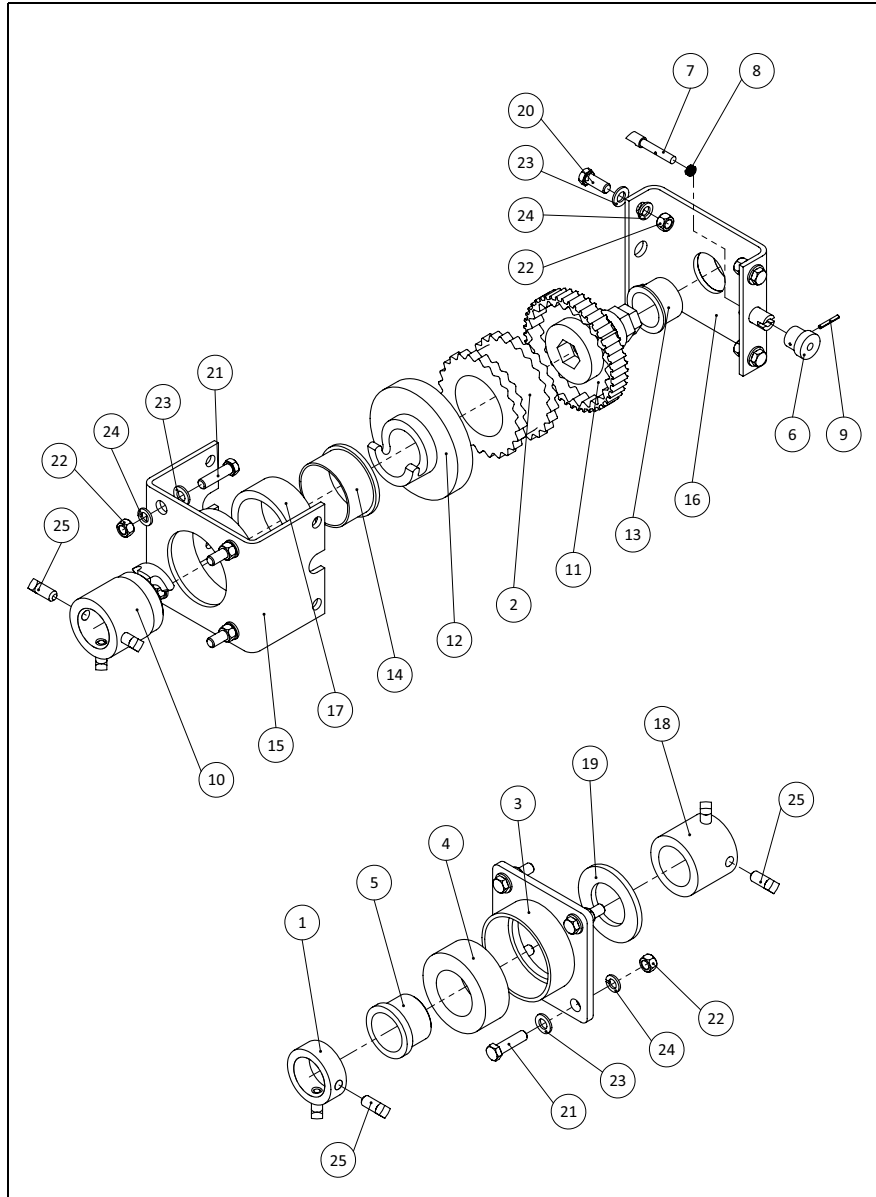

Abb. 1: Installation der MARTIN® TWIST™ Spannvorrichtung
1. Soll die Spannvorrichtung an der Schurre angeschweißt werden, dann auf der Bedienerseite die Basisaufnahme (15, Abb. 1) von der Spannvorrichtungsaufnahme (16, Abb. 1) abnehmen. Die Sechskantschrauben (20, Abb. 1) entfernen. Den Dämpfungsring (17, Abb. 1) und die Nylonhülse (14, Abb. 1) von der Basisaufnahme (15, Abb. 1) entnehmen.
2. Bei dualen Spannvorrichtungen ist dieses auch für die gegenüberliegende Seite erforderlich, ansonsten den Gummidämpfer (4) und die Nylonbuchse (5, Abb. 1) vom Gegenflansch (3, Abb. 1) entnehmen.
- Die Bohrungen für die Befestigung der Basisaufnahme (15, Abb. 1) bzw. des Gegenflansches (3, Abb. 1) an der Schurre gemäß der Anweisungen der jeweiligen Installationsanleitung des eingesetzten Förderbandabstreifers markieren. Dazu kann den Gegenflansch (3, Abb. 1) als Schablone verwendet werden.
- Die Basisaufnahme (15, Abb. 1) bzw. den Gegenflansch (3, Abb. 1) an den Schurrenwänden verschrauben oder verschweißen.
Die Basisaufnahme (15, Abb. 1) bzw. den Gegenflansch (3, Abb. 1) auf beiden Seiten der Einhausung verschrauben.
- Zum Verschweißen ein Ø100 mm großes Loch für die Hauptachse auf beiden Seiten der Einhausung erstellen. Die Basisaufnahme (15, Abb. 1) bzw. den Gegenflansch (3, Abb. 1) jeweils über das zuvor erstellte Loch positionieren und anschweißen.
5. Auf der Bedienerseite den Dämpfungsring (17, Abb. 1) und die Nylonhülse (14, Abb. 1) in die Basisaufnahme (15, Abb. 1) schieben.
6. Die Spannvorrichtungsaufnahme (16, Abb. 1) über die Basisaufnahme (15, Abb. 1) schieben und verschrauben.
7. Bei dualen Spannvorrichtungen Schritte 5 und 6 auf der gegenüberliegenden Seite wiederholen, ansonsten den Gummidämpfer (4, Abb. 1) und die Nylonbuchse (5, Abb. 1) in den Gegenflansch (3, Abb. 1) schieben.
1. Auf der gegenüberliegenden Seite die Unterlegscheibe (19, Abb. 1) und den Sicherungsring (18, Abb. 1) auf die Hauptachse aufschieben.
2. Anschließend die Hauptachse durch den Gegenflansch (3, Abb. 1), den Gummidämpfer (4, Abb. 1) und die Nylonbuchse (5, Abb. 1) schieben und abschließend den Sicherungsring (1, Abb. 1) auf die Hauptachse aufschieben.
3. Auf der Bedienerseite die selbstauslösende Kupplung (10, Abb. 1) auf die Hauptachse aufschieben. Die Hauptachse dann in die Nylonhülse (14, Abb. 1) der Basisaufnahme (15, Abb. 1) einschieben.
4. Die selbstauslösende Kupplung (10, Abb. 1) gegen die Kupplung (12, Abb. 1) schieben und drehen bis beide Kupplungshälften einrasten.
5. Die selbstauslösende Kupplung (10, Abb. 1) an der Hauptachse festschrauben oder anschweißen.
6. Zum Festschrauben die drei Vierkantschrauben (25, Abb. 1) auf der Hauptachse anziehen. Mit Schritt 10 fortfahren
7. Zum Anschweißen die Position der selbstauslösenden Kupplung (10, Abb. 1) auf der Hauptachse markieren.
8. Auf der Bedienerseite die Hauptachse aus der Kupplung (12, Abb. 1) entnehmen. Die selbstauslösende Kupplung (10, Abb. 1) mit drei Kehlnähten (25 mm) an der zuvor markierten Stelle auf der Hauptachse verschweißen. Die Kehlnähte gleichmäßig um den Rand des Kupplungsstückes verteilen.
9. Die Hauptachse wieder in die Kupplung (12, Abb. 1) einschieben und diese drehen bis die beiden Kupplungshälften einrasten.
11. Den Sicherungsring (1, Abb. 1) auf die Hauptachse aufschieben und gegen die Nylonbuchse (5, Abb. 1) schieben. Den Sicherungsring (18, Abb. 1) gegen die Unterlegscheibe (19, Abb. 1) schieben. Die Sicherungsringe durch Anziehen der Vierkantschrauben (25, Abb. 1) auf der Hauptachse sichern.
12. Auf der Bedienerseite das Spannrad (11, Abb. 1) drehen, bis die Abstreiferblätter gegen das Förderband anstehen. Wenn sich das Spannrad nicht drehen läßt, zum Freigeben den Ratscheneinstellknopf (6, Abb. 1) herausziehen und um 180° drehen.
Das Spannrad (11, Abb. 1) die in Tabelle 3 angegebene Anzahl an Rasten im Uhrzeigersinn weiterdrehen.